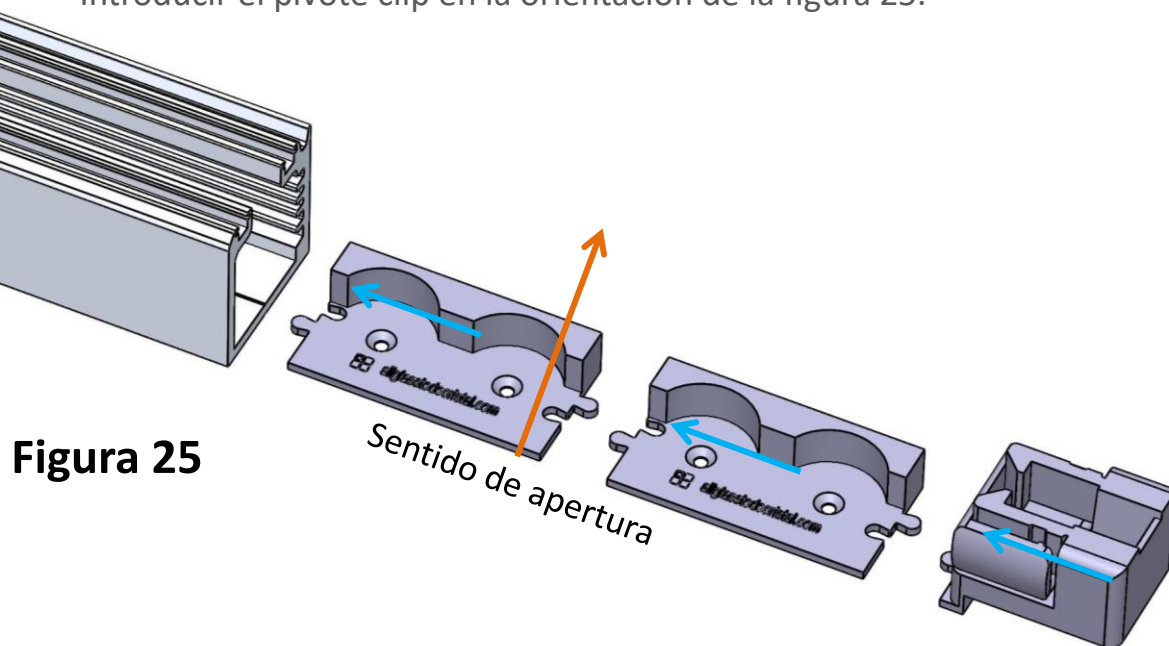

Figura 25
- Insertar los mecanismos de giro en el carril, de manera que los semicírculos queden orientados hacia el lado de la apertura (figura 25). La cantidad de mecanismos de giro necesarios vienen especificados en el proyecto, en el apartado “diseño de carril superior”. Tener en cuenta que en cada pieza vienen dos mecanismos de giro.
- Introducir el pivote clip en la orientación de la figura 25.